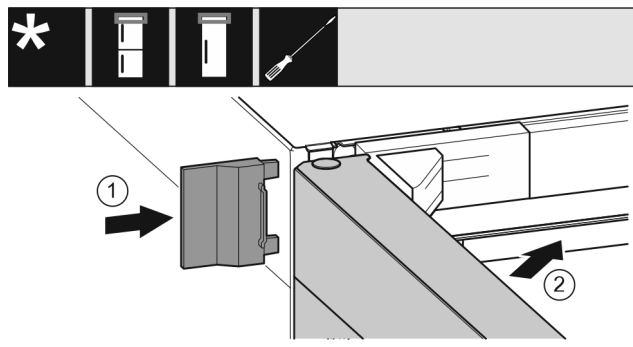

Fig. 25
- Buitenste afdekking Fig. 25 (1) erop schuiven.
- Bovenste deur Fig. 25 (2) sluiten.